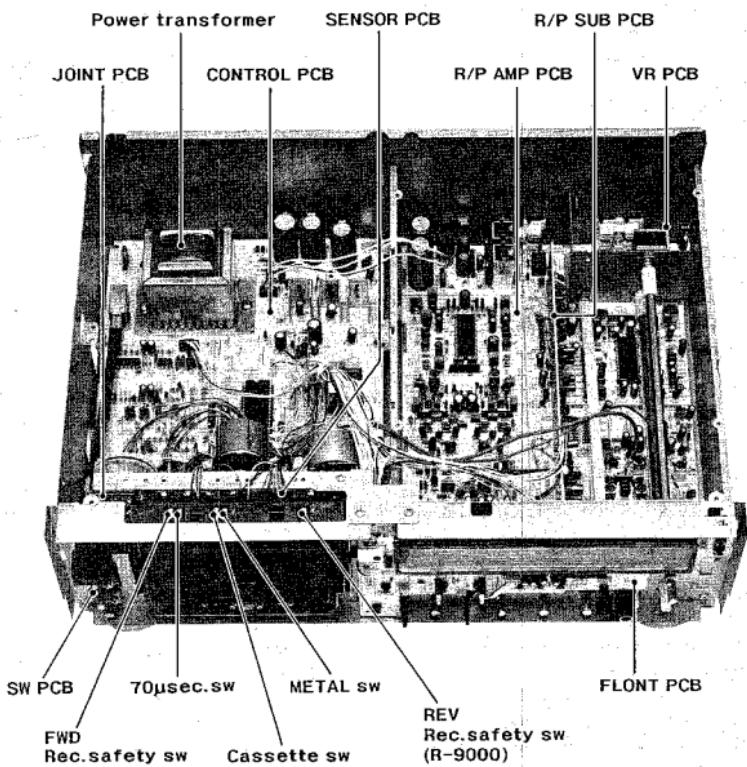

Fig. 3-1
- Press the cassette switch (see Fig.3-1) up to set the deck to the playback mode.
- カセット・スイッチ (Fig.3-1 参照) を上方に押してプレイ・モードにする。